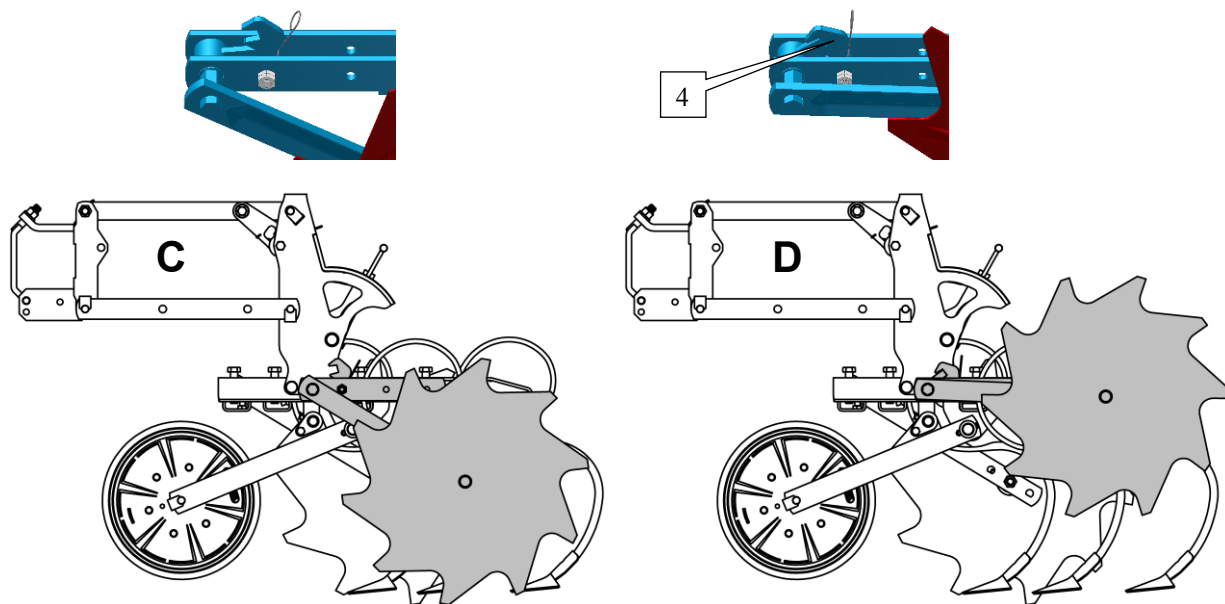

Fig. 3
- Escamotage et verrouillage des disques protège-plants (fig.3).